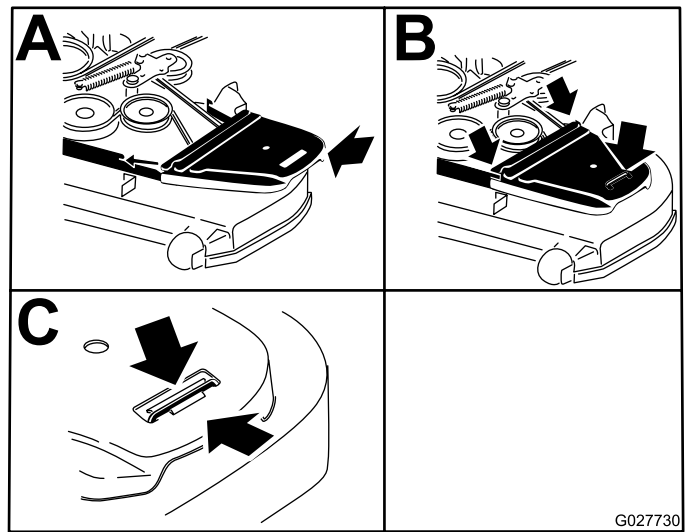

Figura 82
14. Instale las cubiertas de las correas y los pernos que están sujetos a las mismas (Figura 82).